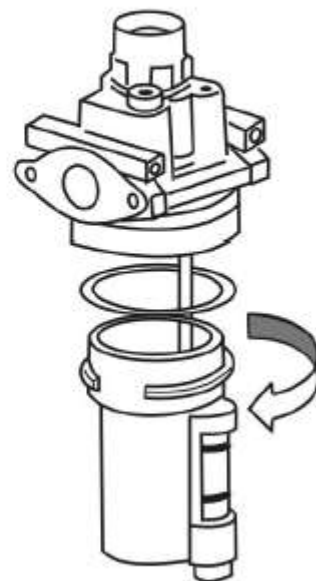

Abb. 43
- Ölstand im Sprühgerät regelmäßig kontrollieren. Ist der Ölstand unterhalb des zweiten Strichs (Abb. 43), nachfüllen mit geeignetem Hydrauliköl (z.B. L-HM 46).